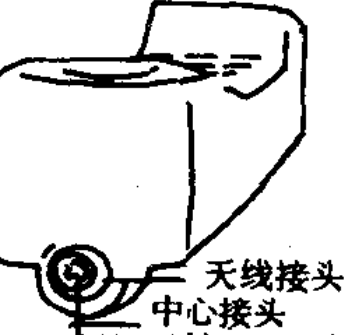
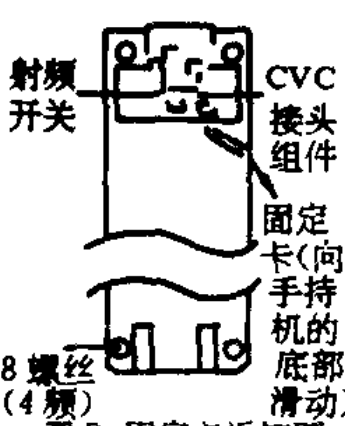

图1 中心接点拆卸图
图2 固定卡拆卸图
2. 程序 (1)用同轴接头拆卸工具取下天线接头的中心接点(见图1)。(2)参见图2用扁平头螺丝刀取下 CVC/RF 开关接点固定卡,不得刮伤塑料背板。
故障出在系统微处理器 IC601 (M50731-626) 的卸载指令输出端第⑤脚, 加载控制及驱动的部分电路见图1所示。IC601 的第⑤、⑥、⑦脚的输出分别是: 卸载指
高且不易买到, 现在用外接分立电路把第⑤脚的 0.5V 电压放大到 5V, 达到修复 IC601 的目的。外接电路见图2。BG1 选用发射结电压较低的 3BX 系列管, BG2 选用 3C0 管。连接时把图1中 IC601 的第⑤脚与 IC602 的第⑥脚之间的连接线路断开, 把第⑤脚接图2的 A 端, 第⑥脚接 B 端。